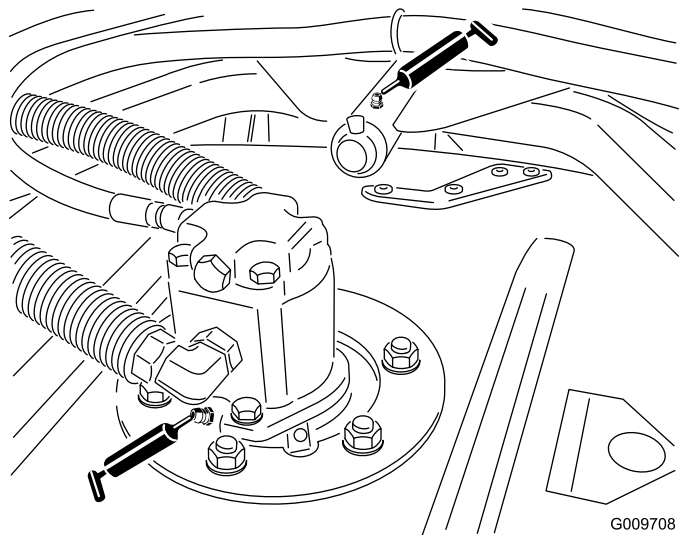

Figure 79
- Roulements d'axes de pivot d'unité de coupe (2 par unité de coupe), comme montré à la Figure 79.
- Roulements de bras de bâti porteur d'unité de coupe (1 par unité de coupe), comme montré à la Figure 79.